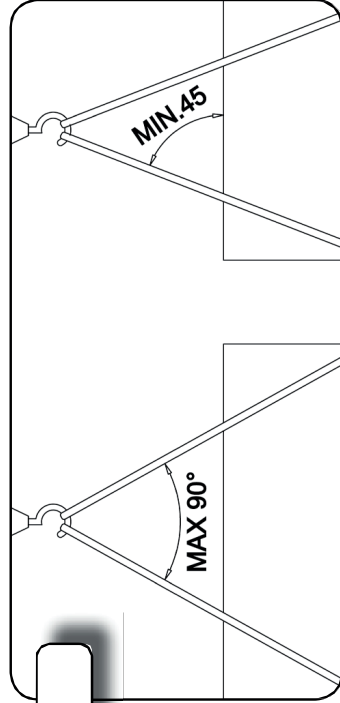

FIG.3-1
Le operazioni di sollevamento e movimentazione devono essere eseguite da personale specializzato ed addestrato. La macchina può essere sollevata con carrello elevatore o con gru (Fig.3-1) o manualmente.
- 2- Procedere con l'imbragatura interponendo eventualmente degli stracci tra la macchina e le cinghie per non rovinare le parti verniciate, nei punti indicati in Fig.3-1.